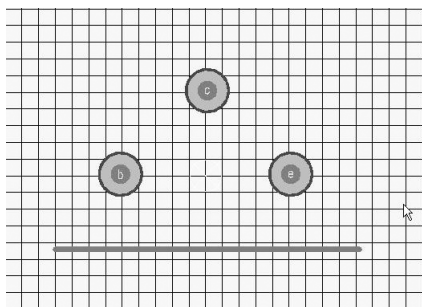

图 11-45 绘制一段直线
7) 绘制一段直线。单击工作区窗口下方标签栏中的“Top Overlay”（顶层覆盖）选项，将活动层设置为顶层丝印层。选择菜单栏中的“放置”→“走线”命令，光标变为十字形状，单击确定直线的起点，移动光标拉出一条直线，用光标将直线拉到合适位置，单击确定直线终点。右键单击鼠标或者按〈Esc〉键退出该操作，结果如图 11-45 所示。